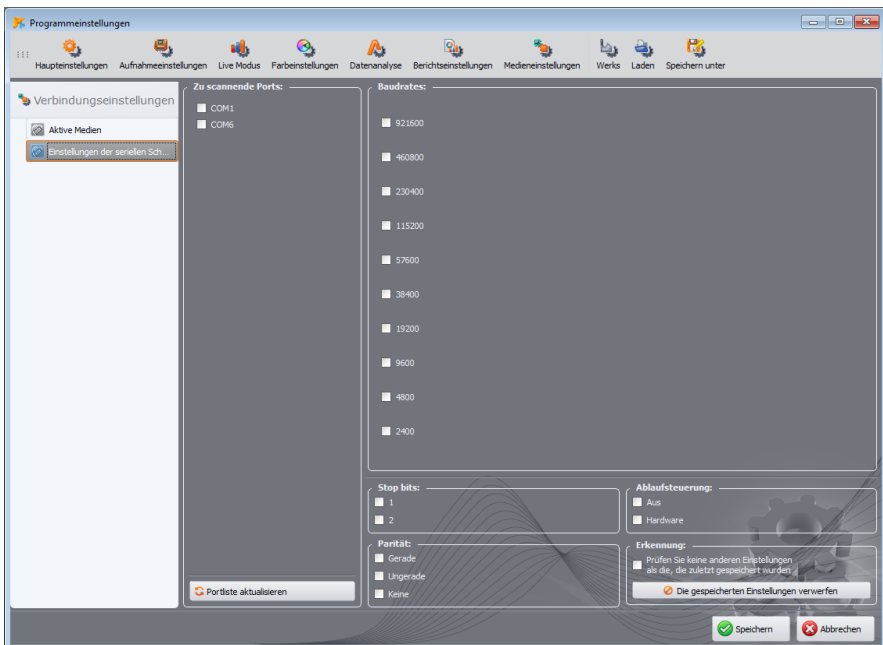

Abb. 88. Programmkonfiguration - Einstellungen der seriellen Schnittstelle
- **PQM-701Zr** **EINSTELLUNGEN DER SERIELLEN SCHNITTSTELLE** (Abb. 88) – ermöglicht es Ihnen, die Einstellungen der seriellen Schnittstelle des Computers auszuwählen, der für die Verbindung mit dem Analysator PQM-701Zr verwendet wird. Es stehen folgende Optionen zur Verfügung: